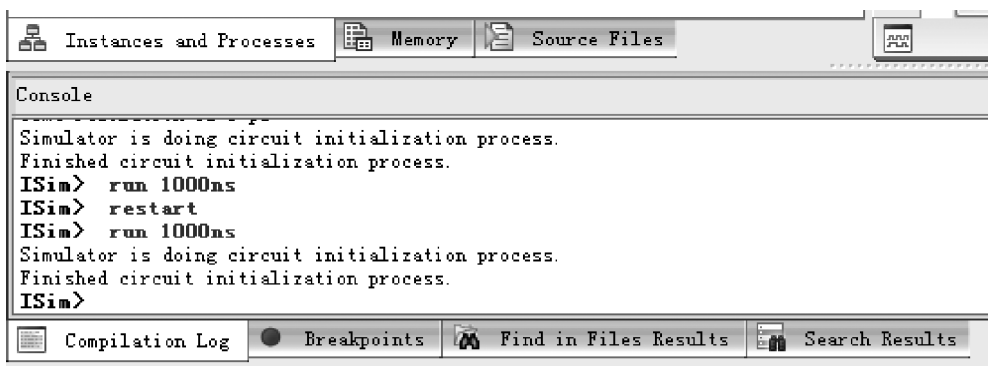

图 3.45 Console 界面
(7) 如图 3.45 所示, 在仿真界面下方的 Console(控制台)界面内, 可以通过输入不同的命令对仿真进行控制。